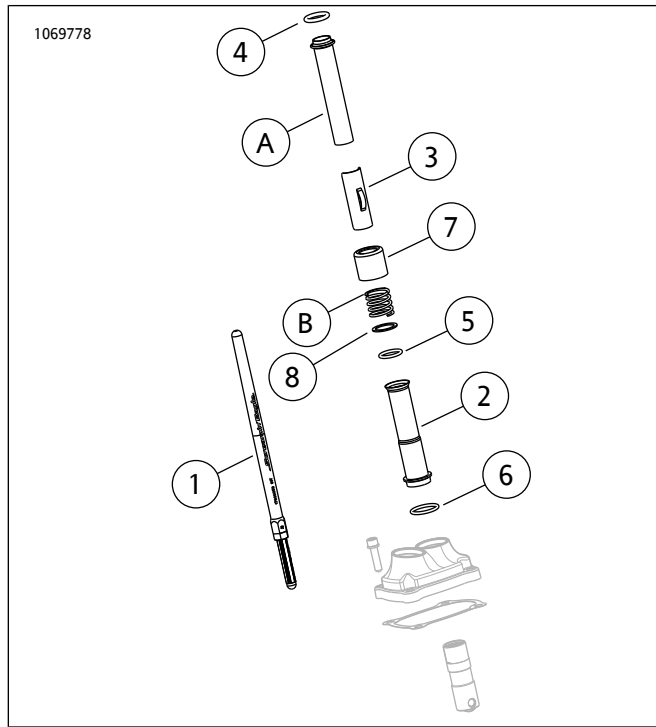

图5。维修零件
参见图5和表1。
5. 参见图3和图5。将进气推杆安装至推杆罩中。使用套件中提供的新部件更换O形环、下部推杆罩和弹簧罩夹头。确保推杆调节器端朝下。